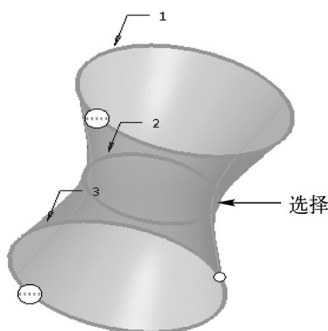

图 9-54 选择 3 条曲线
STEP 04 按住〈Ctrl〉键的同时，在绘图区中依次选择 3 条曲线，如图 9-54 所示。